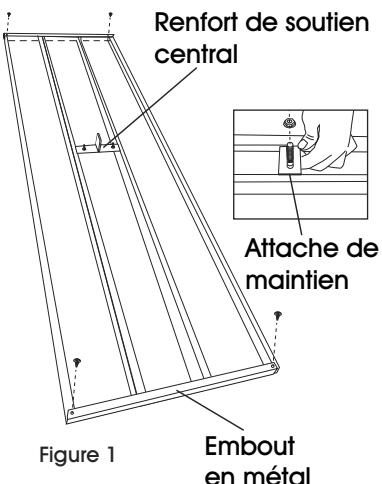

Figure 1
1. Placez trois planches en aluminium côté à côté, à l'envers, sur une surface plane pour former le dessus de table. Installez les embouts en métal à chaque extrémité. Un seul embout couvre les trois planches. Les trous prépercés des embouts doivent être orientés vers le haut. Utilisez la perceuse électrique et deux vis autotaraudeuses pour fixer chaque embout en métal à chaque extrémité du dessus de table. Fixez lâchement le renfort de soutien central au centre de la planche du milieu du dessus de table à l'aide de deux attaches de maintien, deux écrous à embase de 5/16 po et deux boulons de carrosserie de 5/16 po. (Voir Figure 1)